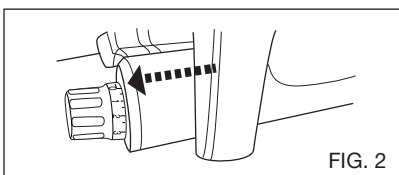
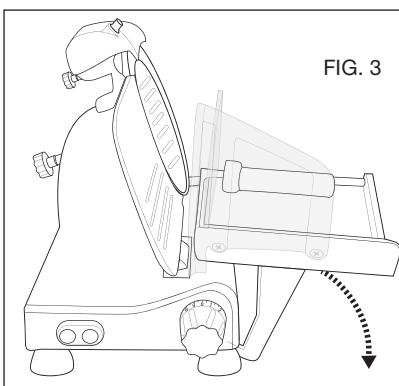

FIG. 2
FIG. 3
- Vérifier que la paroi mobile (2) est fermée (bouton de réglage de l'épaisseur sur "0") (Fig. 2).
- Relever l'ensemble d'affûtage (10) en la tournant de 180° de manière à ce que les deux meules soient en position de travail (Fig. 2).
- Abaisser l'ensemble d'affûtage (10) jusqu'à ce qu'il s'enclenche (Fig. 2).
- Tourner le bouton de verrouillage (13) pour verrouiller l'ensemble (Fig. 3).
- Appuyer sur l'interrupteur marche/arrêt (5) pour allumer l'appareil (Fig. 2).
- Appuyer sur le bouton n ° 26 et laisser tourner la lame pendant environ 1 minute. Mettre ensuite l'appareil hors tension. Éteindre (5) l'appareil. Une fois que la lame est immobile, vérifier s'il y a des bavures sur le fil (Fig. 2).
- S'il y en a, allumer l'appareil et appuyez doucement sur le bouton n ° 27 pendant 3 secondes pour les éliminer. (Fig. 2).
- Après l'affûtage, remettre l'ensemble d'affûtage (10) à sa position d'origine et nettoyer le fil de la lame et les meules d'affûtage.
2. Tirer le chariot/plateau coulissant vers le bouton de réglage de l'épaisseur et le faire basculer vers l'extérieur (Fig. 2 et Fig. 3).